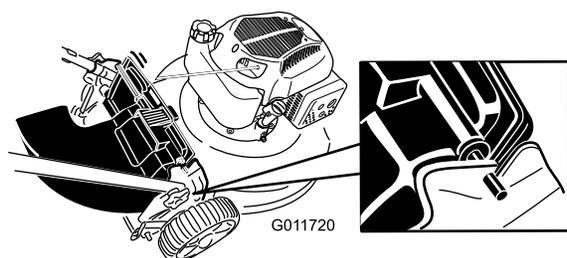

Figura 22
4. Introduza a barra do deflector de descarga traseira nos entalhes na máquina (Figura 22).